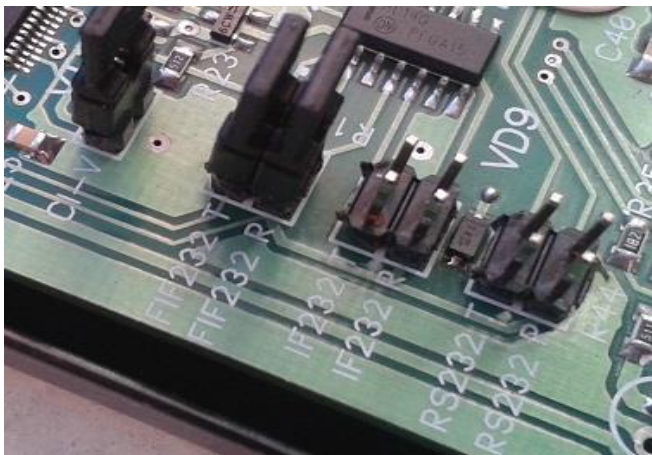

рис. 8
Для этого установите перемычки на посадочные места FIF232T и FIF232R, а также на посадочное место CI-V как показано на рис. 8. Не забудьте при этом, что Вам также надо установить скорость обмена и адрес вашего ICOM трансивера. Для установки адреса ICOM обратитесь к мануалу вашего аппарата и к п. 12 настоящего описания.
- Откройте крышку и установите перемычки как на рис. 8 настоящего описания. Т.е. Как для аппаратов ICOM